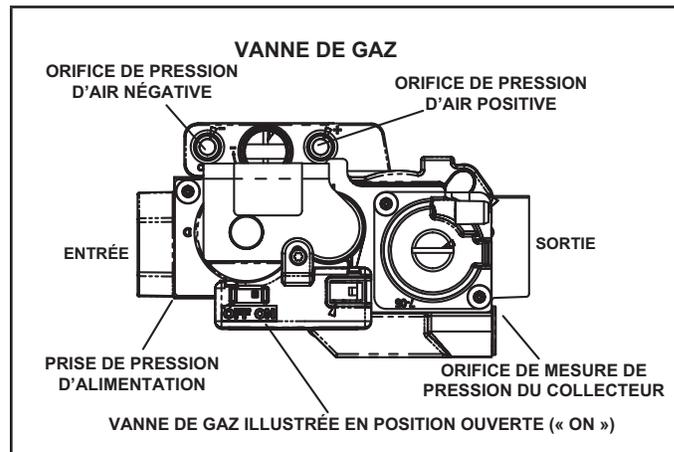

FIGURE 59
### Fonctionnement de la vanne de gaz (FIGURE 59)
- 6 - Mettez l'interrupteur de la vanne de gaz sur « OFF ». Reportez-vous à la FIGURE 59.
- 8 - Mettez l'interrupteur de la vanne de gaz sur « ON ». Reportez-vous à la FIGURE 59. Ne forcez pas.